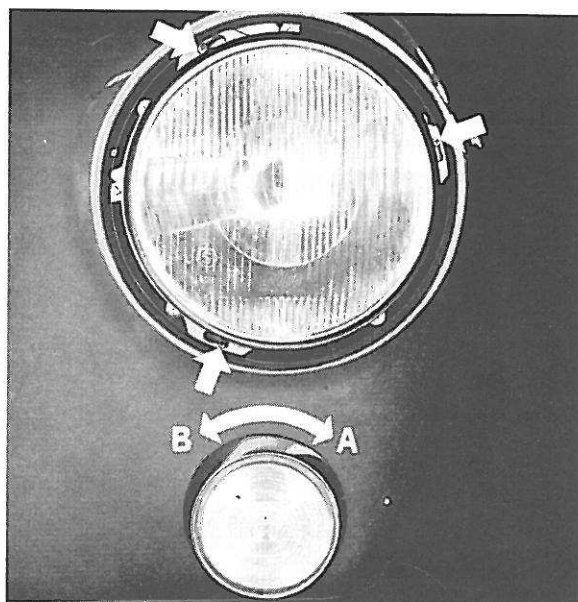
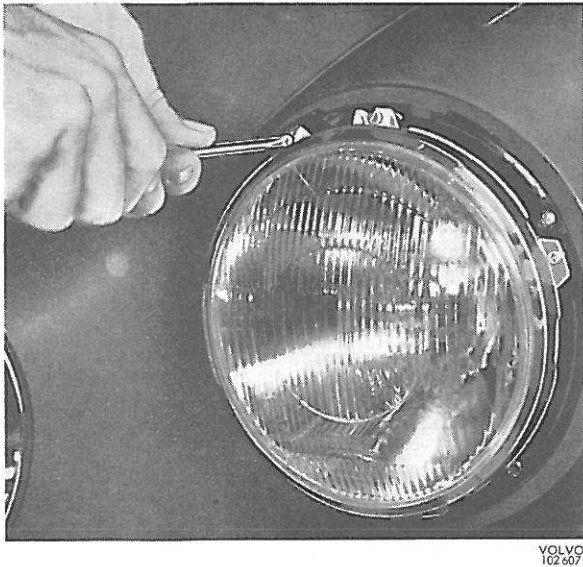
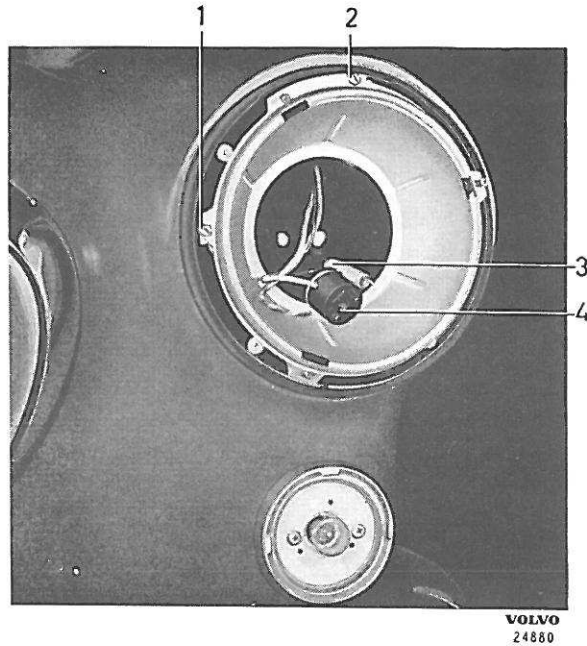

Figure 80. Démontage de la bague intérieure du phare et du feu clignotant/stationnement
Figure 81. Démontage de la bague intérieure du phare, nouveau modèle
Figure 83. Boîtier de phare
2. Desserrer les vis indiquées par les flèches, tourner la bague du phare de droite à gauche et la déposer, figure 80. Sur les phares de nouveau modèle, il faut retirer complètement les vis, voir figure 81.
4. Desserrer de 8 à 10 tours les vis (1 et 2, figure 83) servant au réglage du phare. Décrocher les ressorts du boîtier intérieur. Sortir ce boîtier du boîtier extérieur.
Le réglage des phares se fait en tournant les vis 1 et 2 indiquées sur la figure 83.
Le démontage du verre se fait en le tournant de droite à gauche, voir figure 80. Le démontage de la lampe se fait en enlevant les deux vis situées à côté de l'ampoule, figure 83.